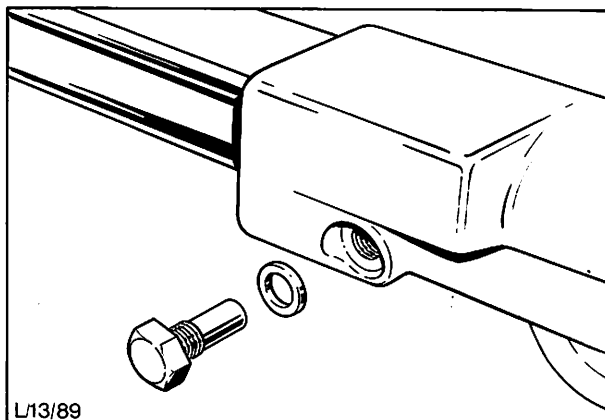

Abb. 29 Führungsstift des Endgehäuses
14. Um die Zahnstangenordnung auseinanderzubauen, werden zuerst die Führungsstifte aus den Gehäuseenden herausgenommen, Abb. 29.